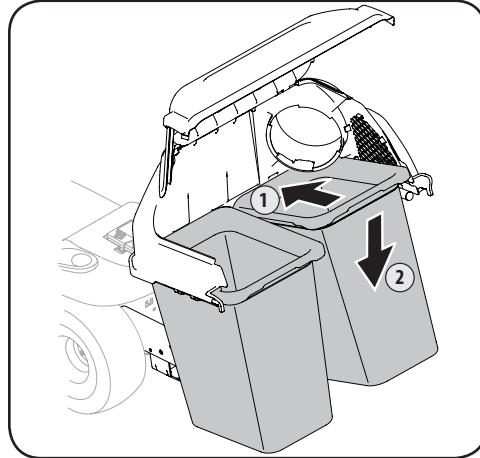

Figura 4-17
- Instale ambos conjuntos de bolsas recolectoras de césped con los lados de engrane apretados hacia adelante, a las ménsulas de soporte de las bolsas insertando el borde delantero primero, como se muestra en la Figura 4-17, y manteniendo el borde trasero hacia abajo hasta que encaje en la unidad